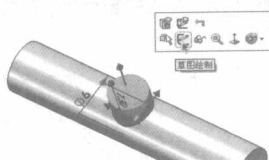
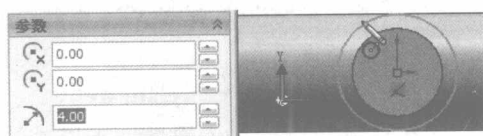

图 2-1-12
图 2-1-13
① 单击旋转视图图标，将已生成的实体旋转找到最佳角度，如图 2-1-12 所示，在已生成实体的一面（图中圆柱体上表面）上单击鼠标右键，选择草图绘制图标创建新草图。
② 点选标准视图图标内的左视图图标左视。
③ 在 SW 坐标原点处画圆，方法类同步骤三②，设置半径为 4mm，如图 2-1-13 所示。